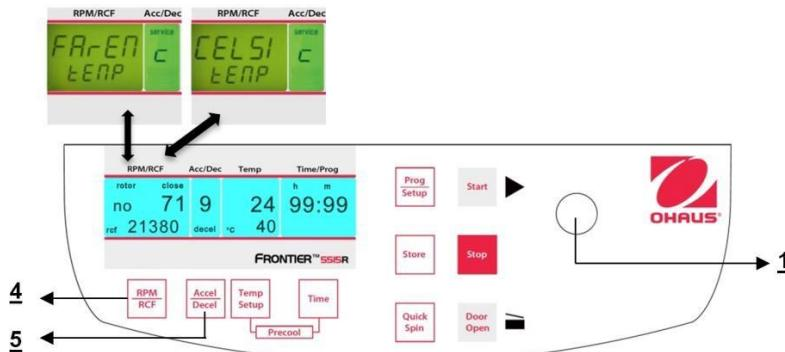

Figure. 34
cigote et il devient possible de modifier l'affichage en degrés Fahrenheit "**FAREN**" avec le bouton de réglage (1) (voir la figure 34).